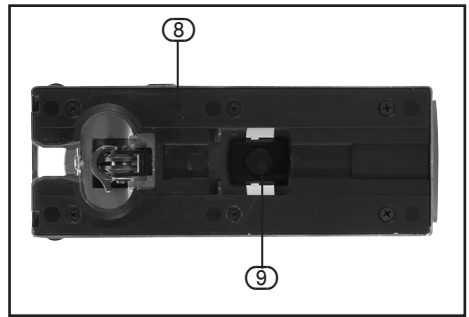

FIG.5
9.4 ANGLED/BEVEL CUTTING – FIGS.5 – 6